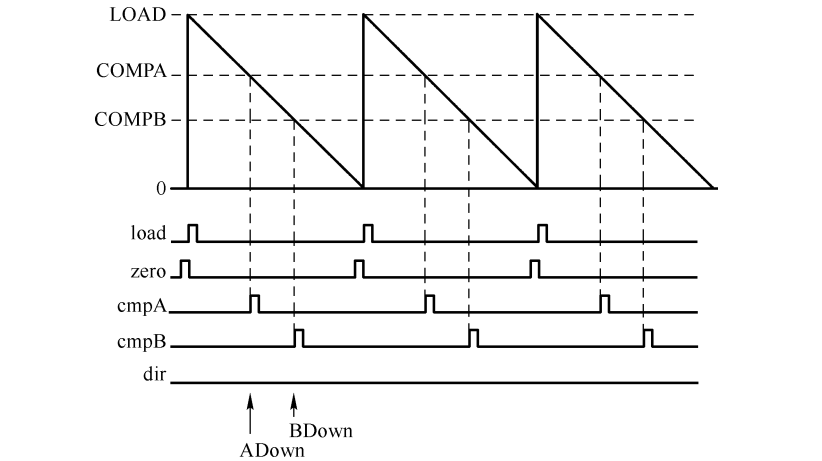
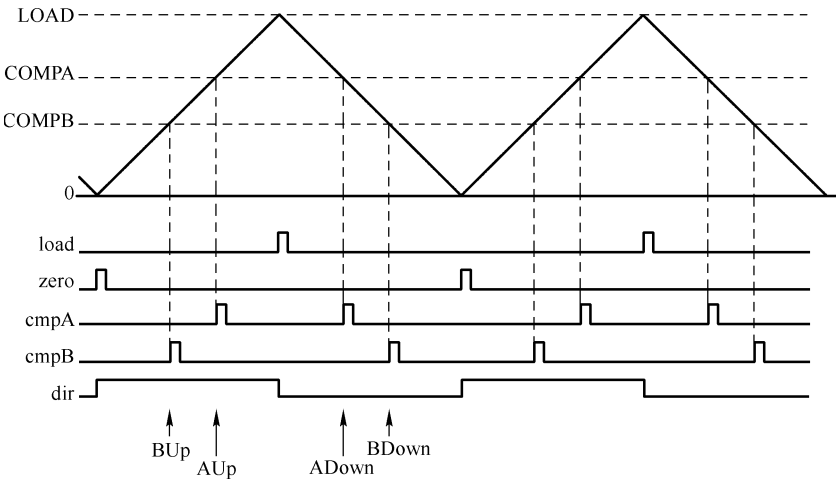

图 12-3 递减计数模式
图 12-4 先递增后递减计数模式
① "dir" (方向信号)。在递减计数模式中始终为低，而在先递增后递减模式中，其电平在低、高之间切换。
② "zero"（零脉冲信号）。当计数器的计数值为零时，零脉冲信号将产生一个单时钟周期宽的高电平脉冲。
③ "load"（装载脉冲）。当计数器的计数值等于装载值时，装载脉冲将产生一个单时钟周期宽高电平脉冲。（如图 12-3、图 12-4 所示）。
每个 PWM 发生器都有两个比较器，用于监控计数器的值；当比较器的值与计数器的值匹配时，比较器输出宽度为单时钟周期的高电平脉冲，即比较器输出一个宽度等于时钟周期的高电平脉冲，如图 12-3 和图 12-4 中“cmpA”与“cmpB”信号。在先递增后递减计数模式中，比较器在递增和递减计数时都需进行比较，因此必须采用计数器的方向信号来限定。这些限定脉冲将在产生 PWM 信号期间使用。如果比较器的值大于计数器的装载值，那么这个比较器将永远不会输出高电平脉冲，图 12-3 显示了在递减计数模式时的行为和这些脉冲的关系。图 12-4 给出了在先递增后递减计数模式下计数器的行为和这些脉冲之间的关系。